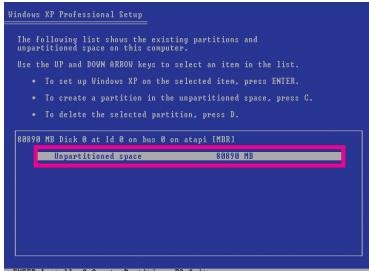
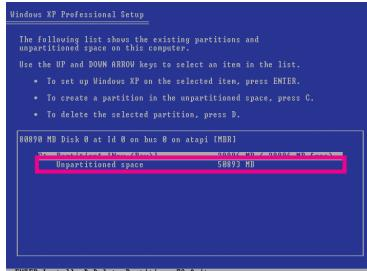

図1
図2
- ハードドライブをパーティションで区切るとき(図1)、Xpress Recovery2用に未割り当てスペースが残っていることを確認してください(10 GB以上を推奨します)。実際のサイズ要件はデータ量によって異なります)(図2)。